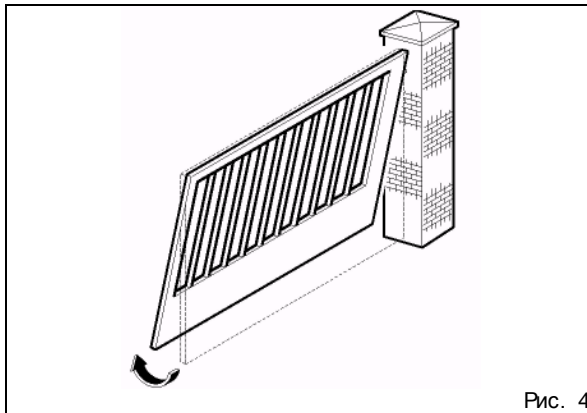

Рис. 4
- Наклонить створку относительно верхней петли (рис. 4).